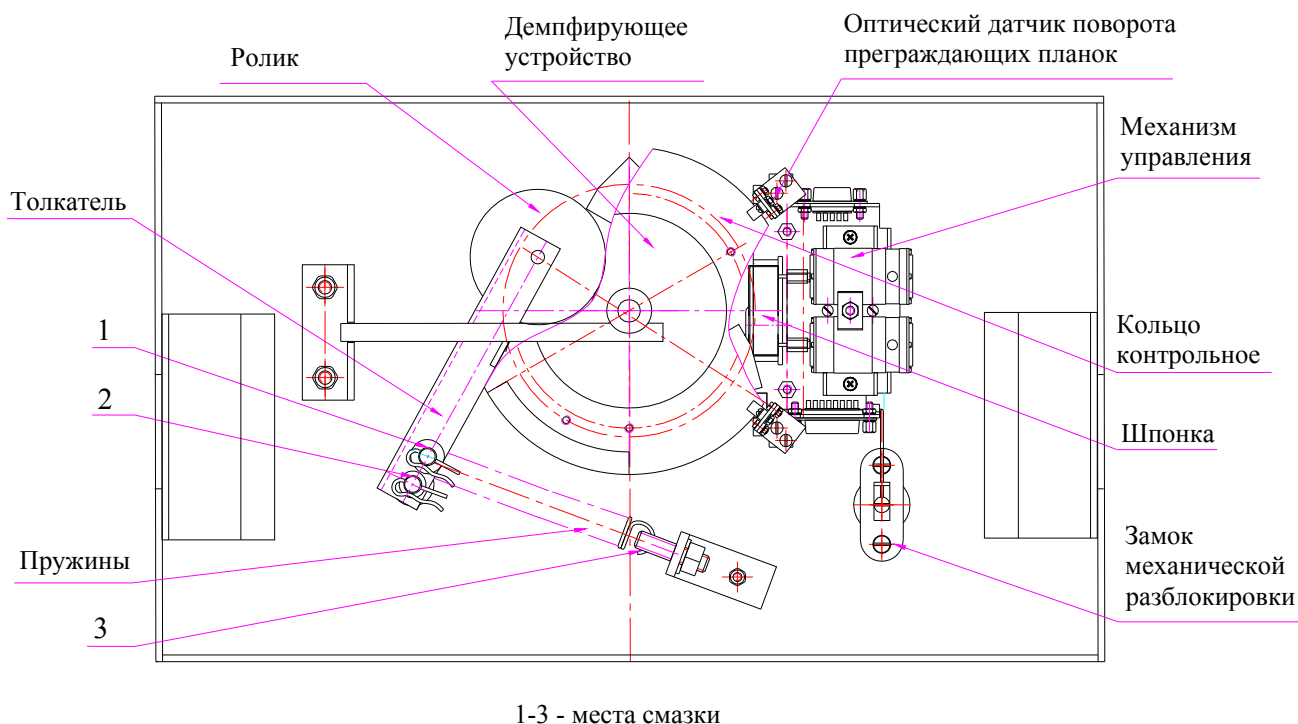

Рисунок 9 — Расположение внутренних деталей и узлов стойки KTC01.3
- снимите крышку (3) в порядке, указанном в разделе 6;
- осмотрите устройство доворота (толкатель, пружины и ролик), оптические датчики поворота преграждающих планок и демпфирующее устройство (см. рисунок 9);